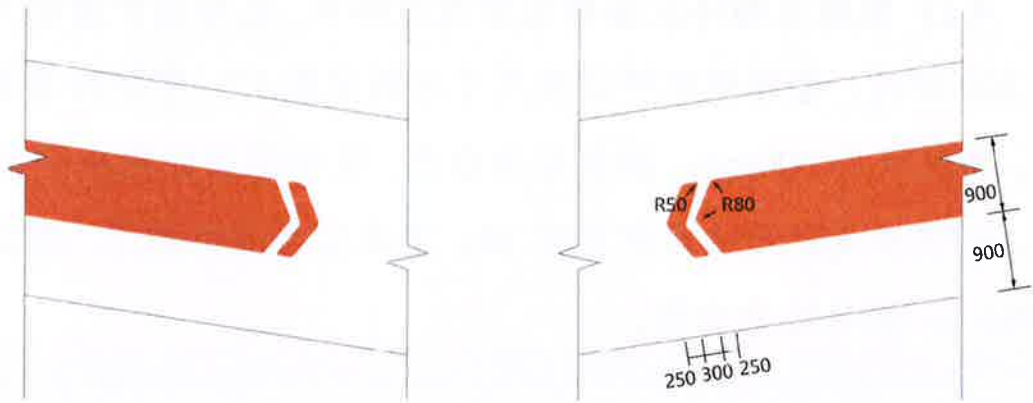
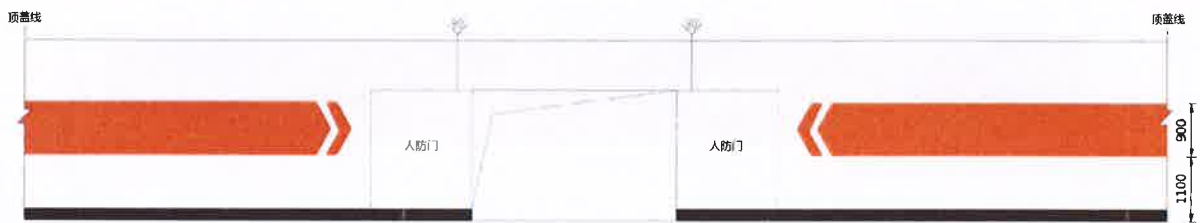

图 14 机动车坡道出入口墙体标识样式及尺寸示例
图 15 临空墙机动车出入口墙体标识示例
4.10 机动车坡道出入口墙体应统一涂刷墙体标识。标识从坡道顶盖线开始到坡道墙体结束。标识样式及尺寸示例见图 14。涂刷材料应为防霉涂料。当人防工程位于地下负一层以下时，坡道墙体标识同样适用，如人防工程在地下负二层，则由地下负一层到地下负二层的坡道两侧墙体应涂刷墙体标识。人防工程临空墙机动车出入口应在临空墙外侧涂刷墙体标识，标识样式及尺寸示例见图 15，墙体标识长度视情况而定，最短不得低于 7500mm，